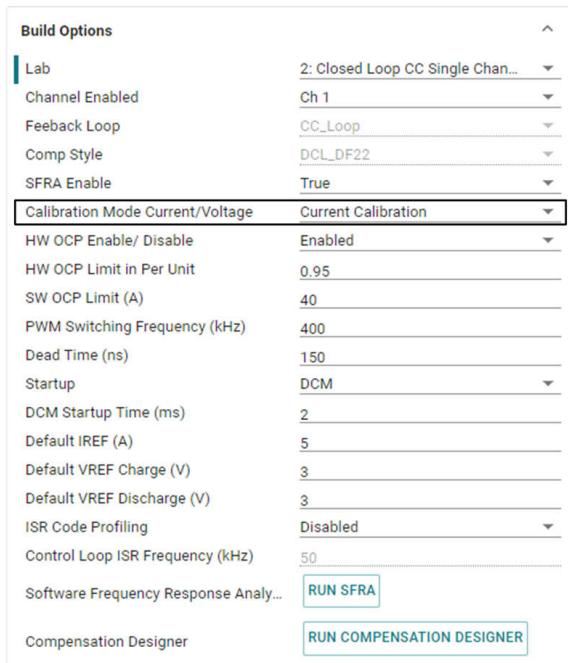

図 3-33. 電流キャリブレーションのビルド オプション
- SYS CONFIG ページを開き、ラボ 5 を選択し、[Calibration Mode] を [Current Calibration] に設定します。図 3-33 に、電流キャリブレーションの SYS CONFIG ページの設定を示します。